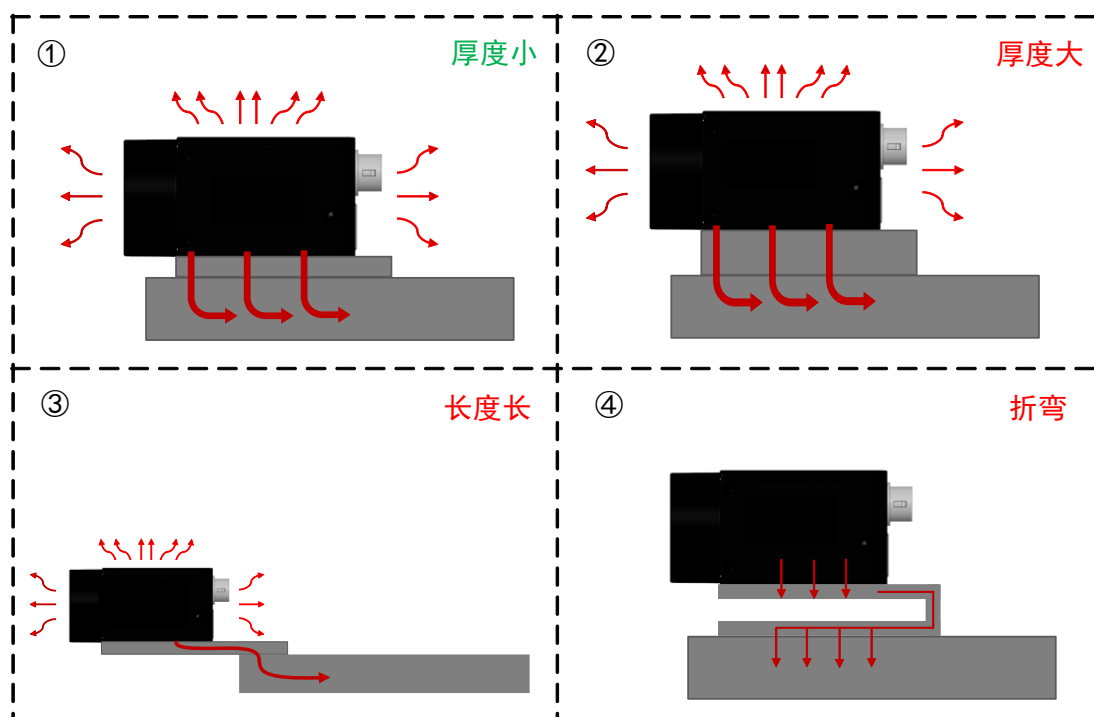

图4-9 不同安装方式的导热路径
如图4-9中安装方式①和②所示，安装件的厚度需尽量减薄，缩短相机通过安装件向金属固定平台的导热路径。
如图4-9中安装方式③和④所示，安装件长度延长和采用折弯的钣金等形式，都会导致相机的导热路径加长。
沿导热方向的截面面积尽可能大一些，这样能够减小其导热热阻。对于一些相机安装件不得不使用延长或者折弯的钣金时（如图4-9中安装方式③和④），钣金的厚度需要尽量加大，增大相机导热路径的横截面，加强导热性。